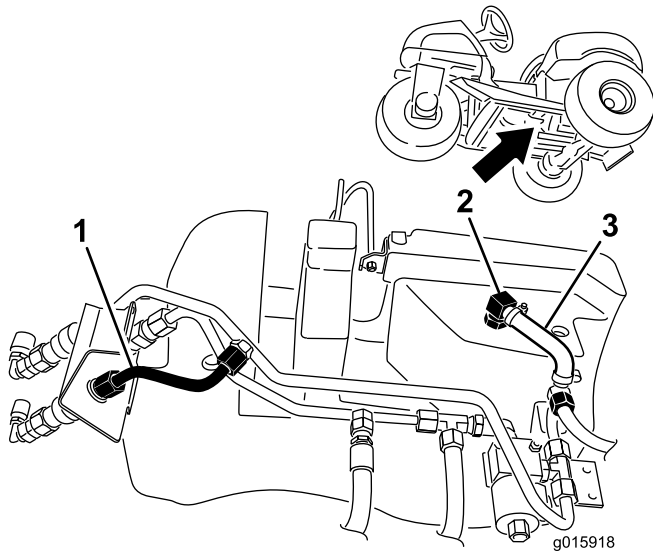

Bild 8
1. Schließen Sie die kurze Hydraulikleitung vom Kupplungsanschlusstück und dem Anschluss der Hydraulikleitung ab (Bild 8).
2. Entfernen Sie den kleinen geformten Schlauch, indem Sie ihn vom kleinen Winkelanschluss im Hydraulikbehälter und dem kleinen Hydraulikschlauch abschließen (Bild 8). Bewahren Sie die Klemmen auf; werfen Sie den Schlauch weg.
3. Entfernen Sie den kleinen Winkelanschluss vom Hydraulikbehälter (Bild 8).